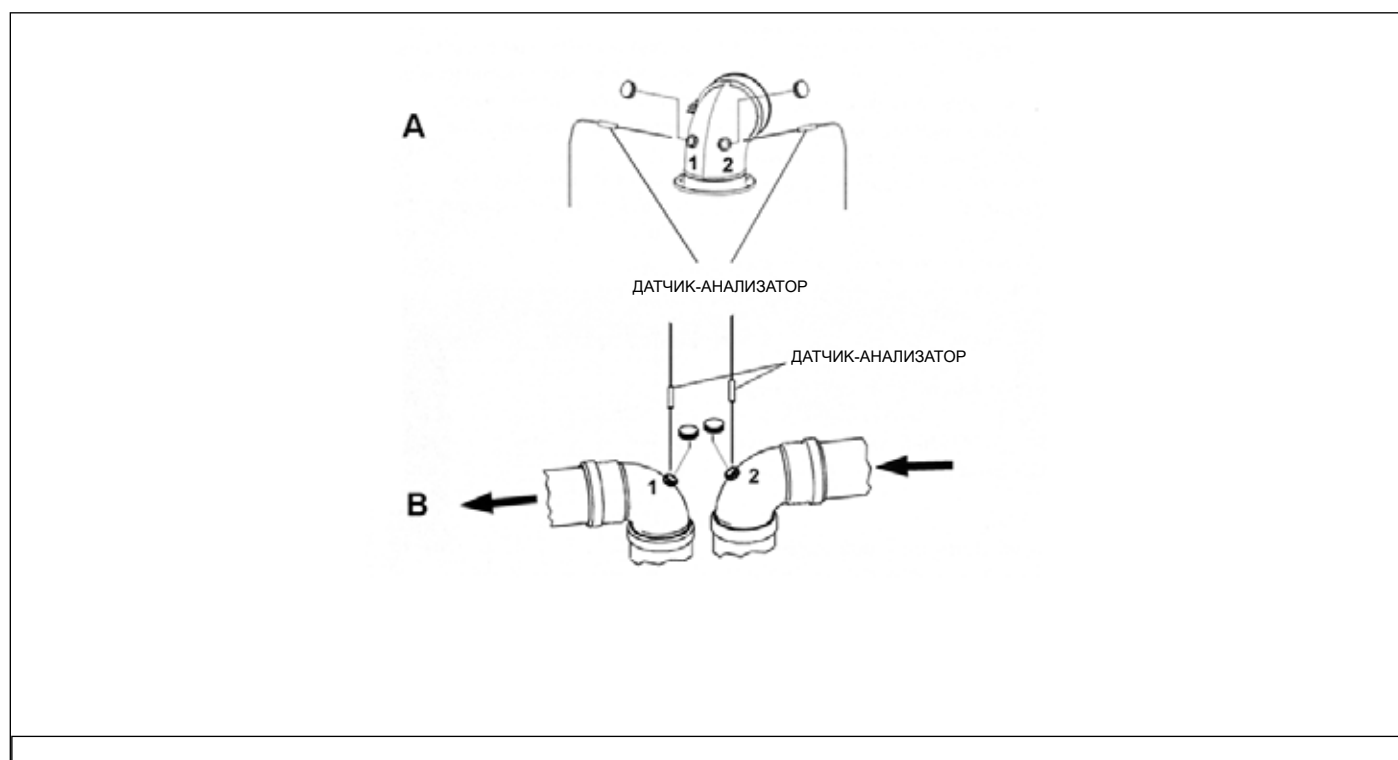

Рис. 16 Примеры мест для контроля дымовых газов
- измерить температуру воздуха для горения через отверстие 1 (см. см. (А) Рис. 16 Примеры мест для контроля дымовых газов для котлов с герметичной камерой сгорания, укомплектованных трубами со специальными отверстиями).
- измерить температуру дымовых газов и содержание CO2 через отверстие 2 (см. см. (А) Рис. 16 Примеры мест для контроля дымовых газов для котлов с герметичной камерой сгорания, укомплектованных трубами со специальными отверстиями).
- измерить температуру воздуха для горения через отверстие 2 (см. см. (В) Рис. 16 Примеры мест для контроля дымовых газов для котлов с герметичной камерой сгорания, укомплектованных трубами со специальными отверстиями).
- измерить температуру дымовых газов и содержание CO2 через отверстие 1 (см. см. (В) Рис. 16 Примеры мест для контроля дымовых газов для котлов с герметичной камерой сгорания, укомплектованных трубами со специальными отверстиями).